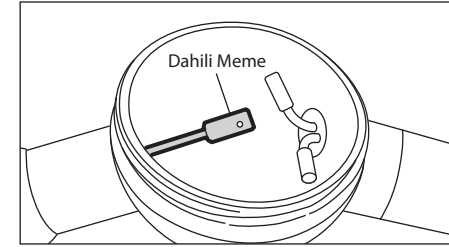

Fig. 3
- FLASH Pearl şişe (Opsiyon) kullanıyorsanız, toz haznesi kapağını açıp dahili memeye ulaşmaya kadar doldurun (Fig. 3) ve kapağını tekrar iyice sıkarak kapatın.